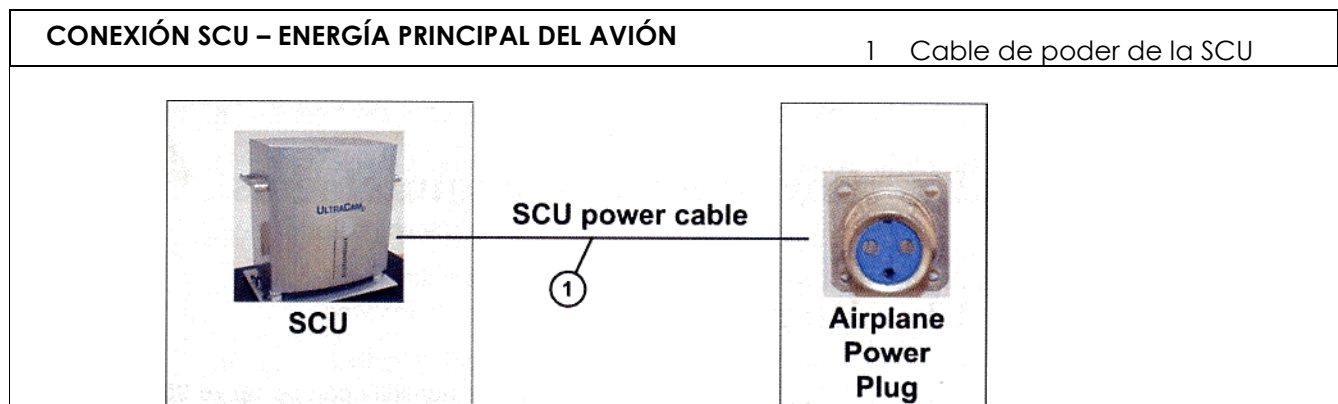

Figura 50. Conexión de poder
4. Conecte la unidad de almacenamiento y computo (SCU) a la conexión de energía del avión, ver Figura 50: